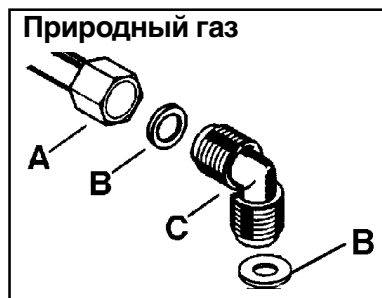

Рис. 1
**ВАЖНО** - Для обеспечения правильной работы, экономии энергии и длительной эффективной эксплуатации прибора напряжение и давление подачи газа должно соответствовать рекомендованным величинам. Регулируемое колено крепится к трубе газовой магистрали с помощью гайки G 1/2". Проложите уплотнение между компонентами, как показано на рис. 1.